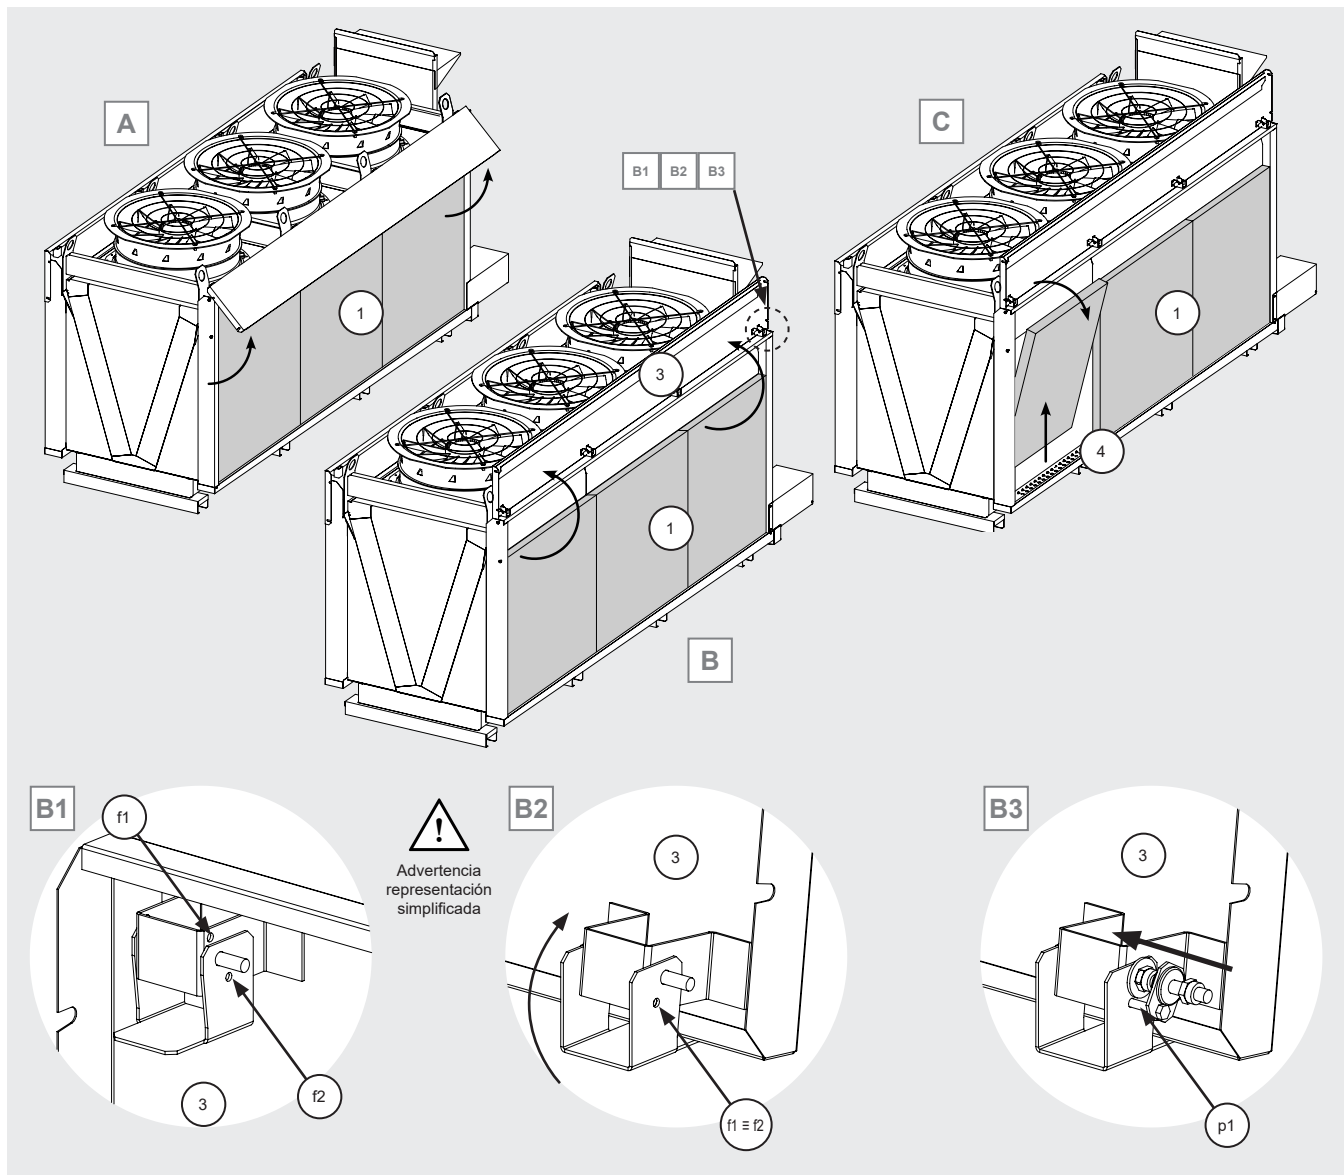

Figura 18
- 12.9.4 Levante la tapa (3) del compartimento de boquillas. Ver Figura 18 A y B. Preste atención a los detalles de la Figura 18 B1, B2, B3. La Figura 18 B1 y la Figura 18 B2 están simplificadas con fines explicativos. Observe la Figura 18 B1: una bisagra situada en el extremo de la tapa (3) está equipada con un sistema que impide que la tapa (3) se cierre accidentalmente. La bisagra tiene dos orificios (f1) y (f2). Gire la tapa (3) hasta que los dos orificios coincidan, como se muestra en la Figura 18 B2. Introduzca ahora el pasador (p1) en los dos orificios y bloquee la tapa (3). Antes de trabajar en el modelo, asegúrese de que la tapa (3) esté bien colocada y no pueda cerrarse accidentalmente. Peligro de golpearse las manos o la cabeza.
- 12.9.5 Extraiga los paneles exteriores (1): levántelos verticalmente de la guía inferior (4) y, a continuación, tire de ellos hacia fuera. Véase la Figura 18 C.